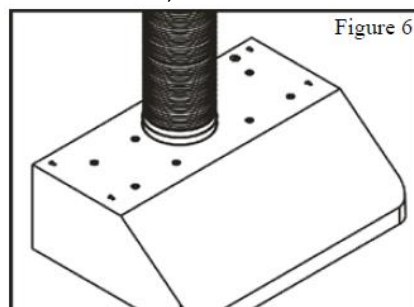

Figure 6
3. Verwenden Sie ein 8" Rundstahlrohr (beachten Sie die Bauvorschriften in Ihrer Region), um die Absauganlage an der Haube mit dem darüber liegenden Kanal zu verbinden. Verwenden Sie Silberband oder Klebeband, um alle Verbindungen sicher und luftdicht zu machen. Siehe Abbildung 6.